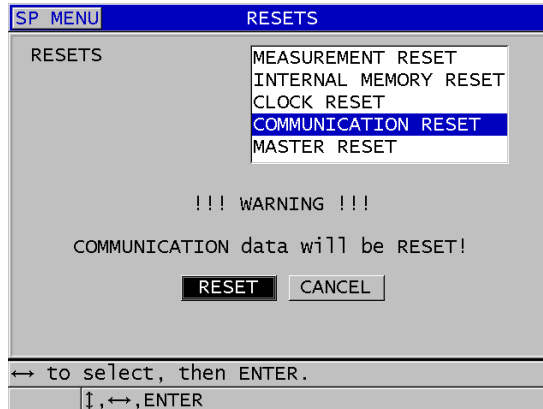

Figura 14-13 Selecionar **COMMUNICATION RESET** (REDEFINIR **COMUNICAÇÃO**)
3. Na tela **RESETS** (REDEFINIÇÕES) (consulte Figura 14-13 na página 297):